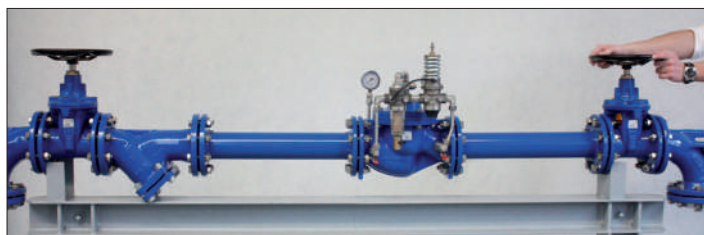

Рис. 29: Полное открытие запорной арматуры перед и после РК
8. Полностью открыть запорную арматуру перед РК. Далее медленно открывать шаровой кран на соединительной трубке к поплавку до заполнения трубки. После этого следует медленно открыть запорную арматуру после РК (рис. 29).